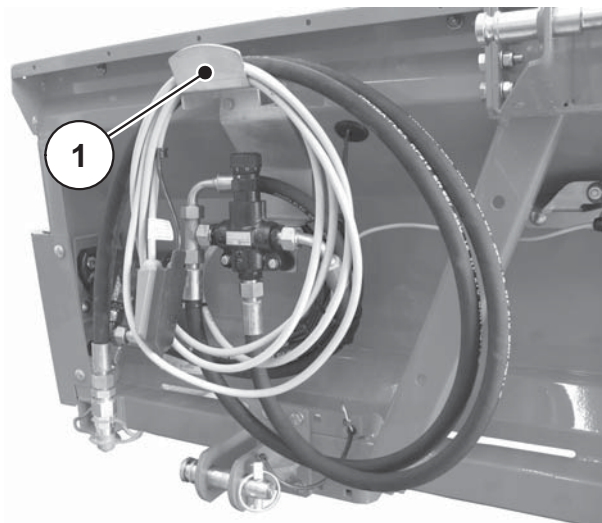

Bild 6.11: Fäste för kablar och slangar
- Placera hydraulslangar och elkablar på ramen och kraftöverföringsaxeln i hållaren efter frånkopplingen (se Bild 6.11).